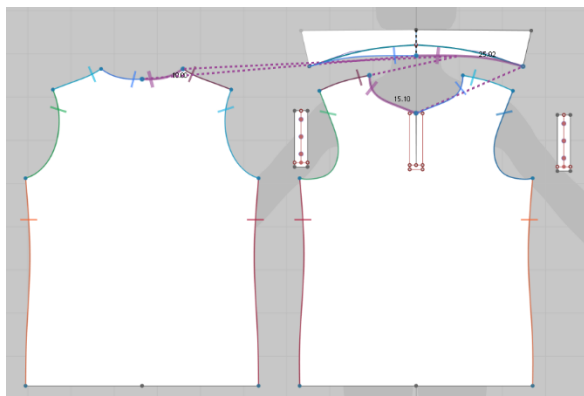

图 4-2-9 1: N 缝合
① 选择 2D 视窗工具栏中“ (自由缝纫)”工具，左键单击衣领板片领底线与后中交点，沿领底线向右移动至领底线止点单击，选中右半边领底线。
② 按住“Shift”键，从后片领口线与后中交点单击，沿领口线移动至侧颈点单击；然后从前片对应侧颈点单击，沿领口线移动至前颈点单击，松开“Shift”键，完成右半边衣领与前、后衣身的缝合设置，如图 4-2-9 所示；同样操作完成左半边衣领与前、后衣身的缝合设置。